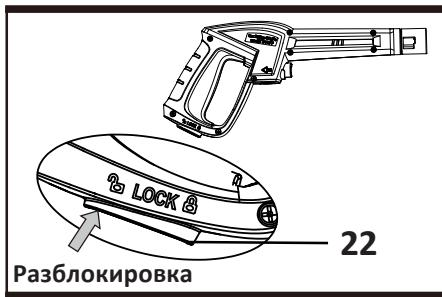

Рис. F2
22. Кнопка защиты от случайного пуска (см. рис. F2)
4. Приведите кнопку защиты от случайного пуска в положение «» — рычаг пистолета-распылителя разблокирован (см. рис. F2).